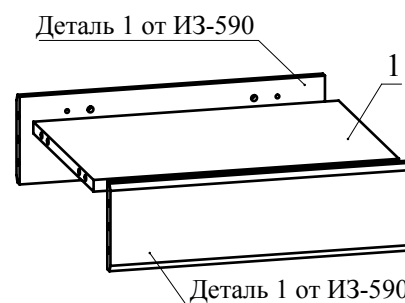

Рис.3
4. Установить деталь 1 между деталями 1 от ИЗ-590 и зафиксировать, повернув конфирматным ключом головки минификсов по часовой стрелке до упора (Рис.3).